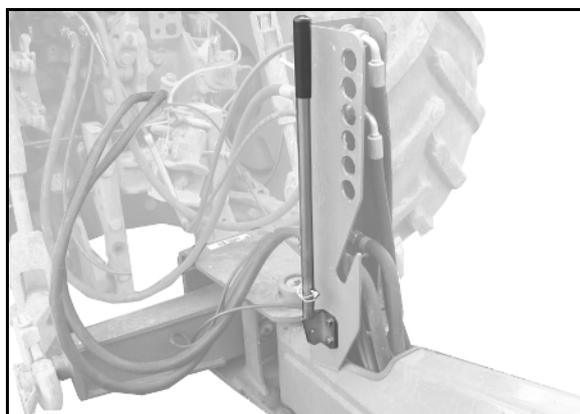

Fig. 57
1. tirer la poignée hors de la position de stationnement (Fig. 57).